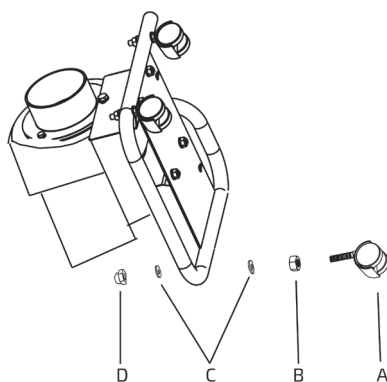

Рис. 3
1. Вставить резьбовую часть ролика (А) в одно из отверстий в основании (черная труба, проходящая вокруг прибора) (рис. 3).
4. После прикручивания и затягивания накидной гайки (D) на ролик затянуть стопорную гайку (В).